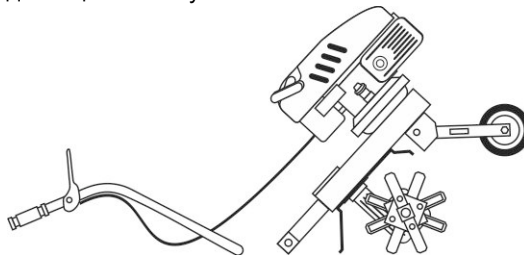

Рис. 4.2.
4. Встановити транспортувальне колесо з тримачем в транспортне положення (див. Рис. 4.2.). Для цього сумістити кріпильні отвори в тримачі з отворами в вузлі кріплення колеса (див. Рис. 1.1.), вставити частково болт кріплення в отвори в лівій щоглі вузла кріплення колеса і в лівій щоглі держателя колеса, надіти на болт кільце фіксуючої пружини держателя, вставити болт до кінця і затягнути його гайкою.